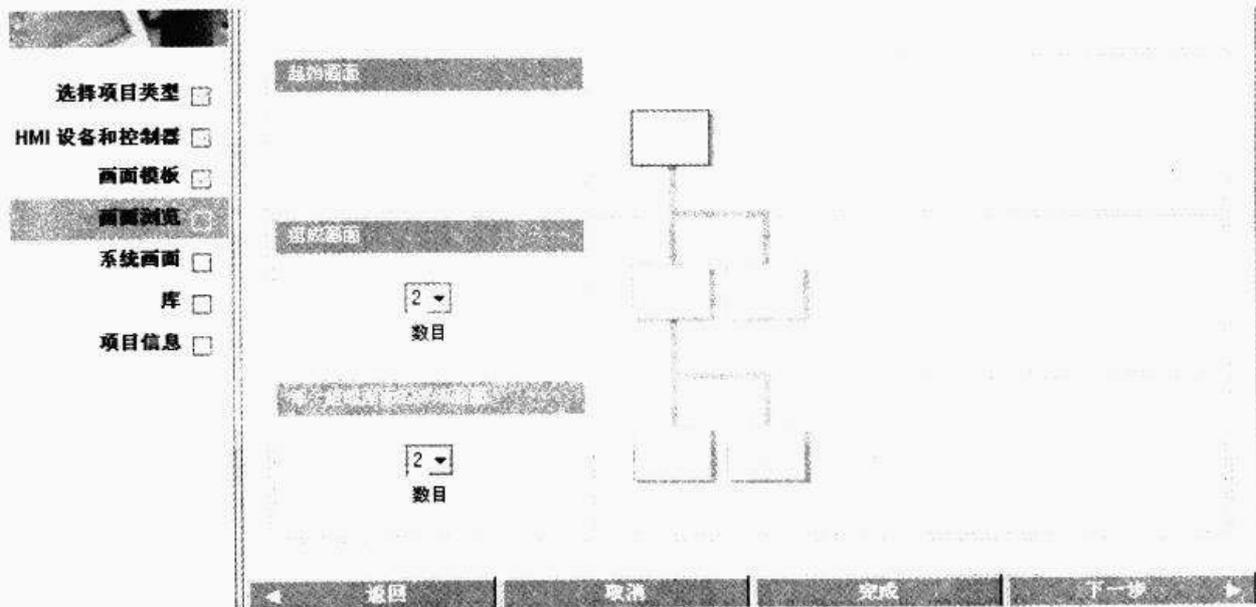

图3-6 “画面浏览”设置
⑥ 单击“下一步”按钮进入“画面浏览”设置,如图3-6所示。在这项设置中,可以大体上定义项目中画面的组成情况,如图3-6定义了从初始画面开始,共有两个子画面,且每个子画面都有两个子画面。